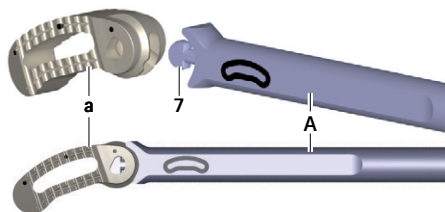

Abb. 7 Implantat an Einsetzinstrument koppeln
- Implantat a in Schutzverpackung auf Zweiflach 7 des Einsetz Instruments A stecken, siehe Abb. 7. Dabei auf Ausrichtung des Implantats achten (Orientierung anhand der Beschriftung am Einsetzinstrument).
- Einsetzinstrument **A** in situ an Implantat **a** koppeln, siehe Abb. 7.